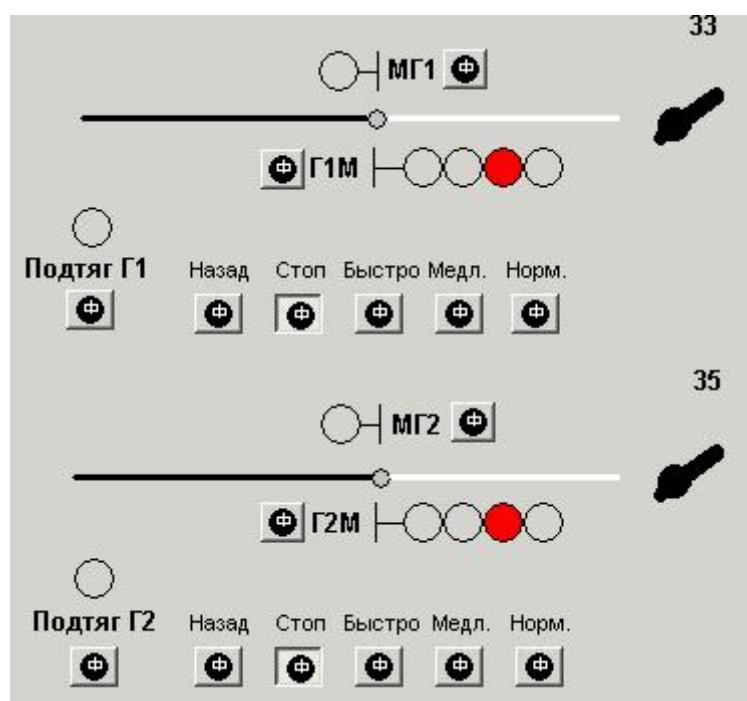

Рисунок 12
- кнопки «Подтяг Г1» и «Подтяг Г2» двухпозиционные с фиксацией (рисунок 12). Служат при нажатии для открытия повторителей горочных светофоров Г3 или Г4 на желтый огонь при параллельном надвиге составов на горку до закрытых горочных светофоров Г1 или Г2. При вытягивании кнопки повторители горочных светофоров Г3 или Г4 перекрываются на красный огонь (рисунок 14). Нормальное положение кнопок вытянутое;
- коммутаторные кнопки управления горочными светофорами Г1М и Г2М двухпозиционные с фиксацией служат при нажатии (рисунок 12):